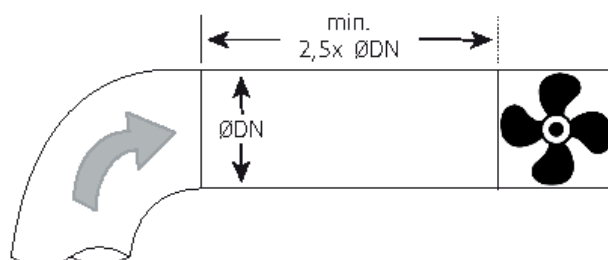

Bild 7: Installationskizze
- ✍ Direkt vor und nach dem Gerät müssen gerade Kanalstücke installiert werden. Halten Sie sich an Bild 7.